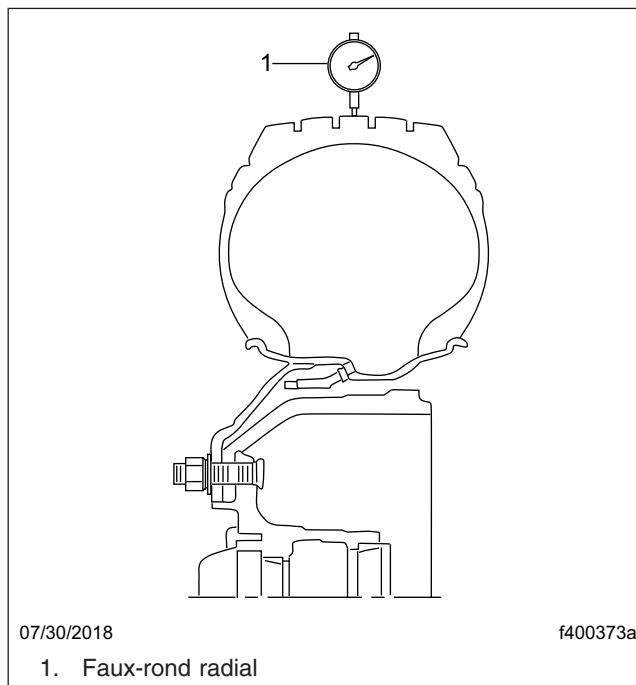

Fig. 12, Vérification du faux-ronde radial des roues
4. En commençant par la roue avant droite, utilisez une jauge de contrôle de voile pour contrôler le faux-rond radial. Reportez-vous à la **figure 12**. Notez la mesure en vue d'une utilisation ultérieure, afin d'éviter toute réclamation concernant les vibrations.